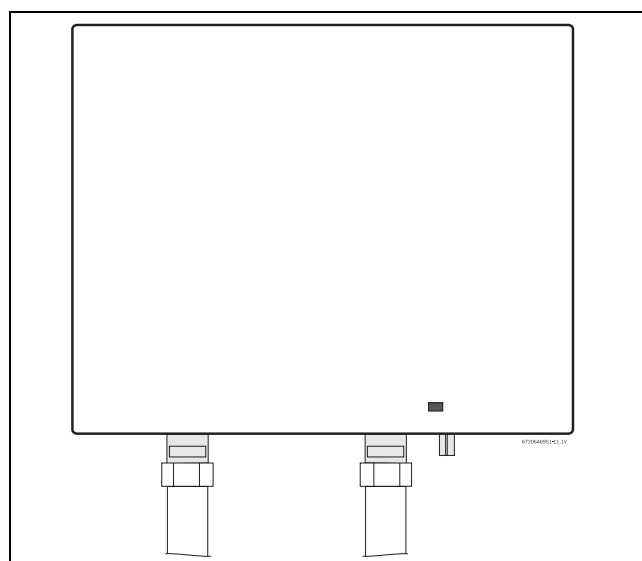

Fig. 6 Montage en position verticale
- Le chauffe-eau ne peut être installé que conformément à l'orientation présentée Fig. 6 i.e., c'est-à-dire, en position verticale avec les raccords d'eau en bas. **Le chauffe-eau ne peut en aucun cas être installé d'une autre manière.**